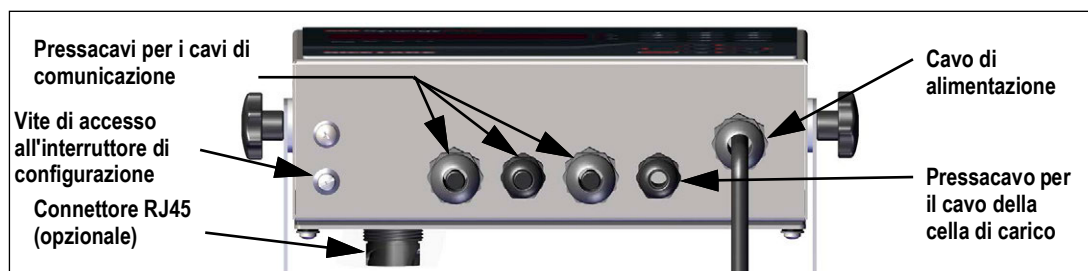

Figura 2-5. Posizioni raccomandate per i pressacavi
Il 680 è dotato di cinque pressacavi nella parte inferiore dell'involucro per il cablaggio dell'indicatore. Uno dei pressacavi è usato per l'alimentazione, gli altri quattro per il cavo della cella di carico, gli ingressi e le uscite seriali, digitali, Ethernet, micro USB o i cavi di comunicazione delle uscite analogiche opzionali. È disponibile una versione del 680 con connettore RJ45 esterno e tappo. Il kit dei componenti include connettori per cavi che devono essere installati nei pressacavi aperti per evitare la penetrazione di umidità nell'involucro. Utilizzare il tappo in dotazione per chiudere il connettore RJ45 opzionale se non utilizzato. Vedere le sezioni seguenti per installare i cavi necessari per l'applicazione. La lunghezza di pelatura del cavo consigliata è di 7 mm (0.25") per tutti i connettori dell'indicatore 680. Vedere la Figura 2-5 per le posizioni raccomandate per i pressacavi del 680.
1. Inserire un cavo di alimentazione a 3 fili (non incluso) nell'involucro attraverso il pressacavo del cavo di alimentazione (Figura 2-5 a pagina 14).